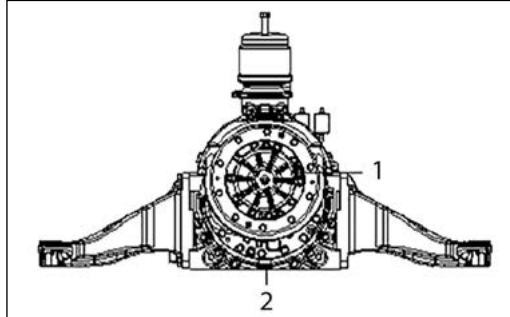

Figura 3-9-3
- Antes de iniciar a remoção, gire o bujão de drenagem de óleo [1] para a posição mais baixa, conforme mostrado na Figura 3-9-3.